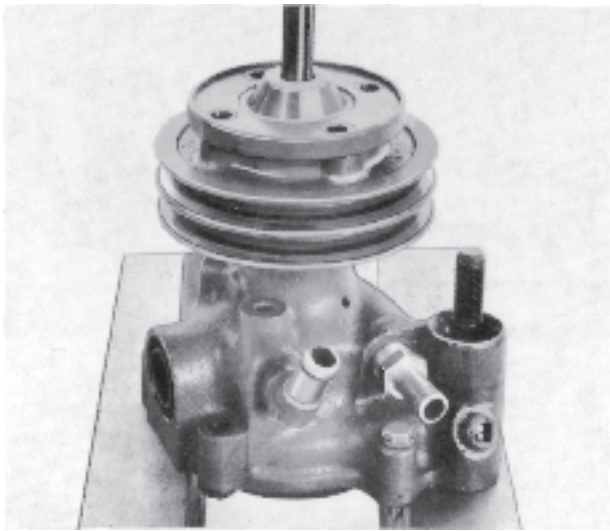

Fig. 142 Démontage de l'arbre de pompe avec turbine
2. Poser la pompe comme indiqué sur la figure 142 et, en se servant d'un mandrin \varnothing 14 mm, extraire l'arbre de façon à libérer le moyeu. Déposer le moyeu de poulie.
3. A l'aide du mandrin 2268, extraire la turbine, l'arbre, la bague d'étanchéité, le déflecteur et le roulement arrière d'un seul bloc (figure 142).